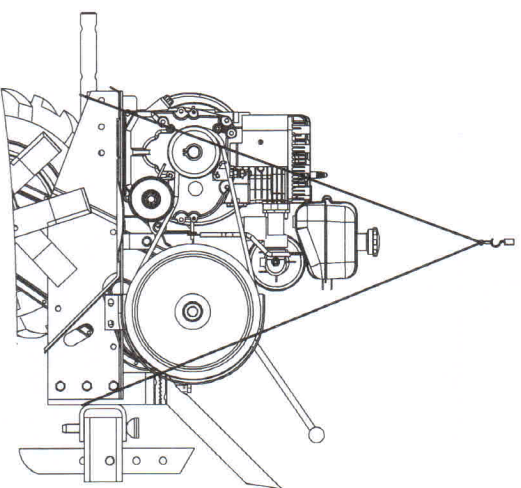

Рис. 4. Схема зачаливания мотоблока при погрузке
30. Строповку мотоблока при погрузо-разгрузочных работах производите согласно схеме (рис.4), прилагаемой к данному Руководству. Грузоподъемность строп выбирается с учетом номинального веса мотоблока умноженного на коэффициент 1,5.